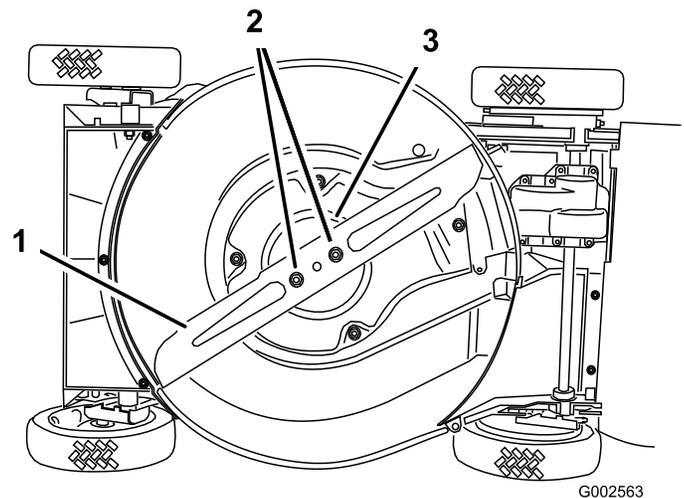

Bild 34
4. Kippen Sie den Rasenmäher auf die **rechte** Seite (Bild 34).
Fassen Sie das Ende des Messers mit einem dicken Handschuh an oder wickeln Sie einen Lappen um das Messer. Entfernen Sie die Messermuttern, die Antiskalpiekuppe und das Messer (Bild 34).
5. Entfernen Sie die zwei Messermuttern, die Antiskalpierkuppe und das Messer (Bild 34).